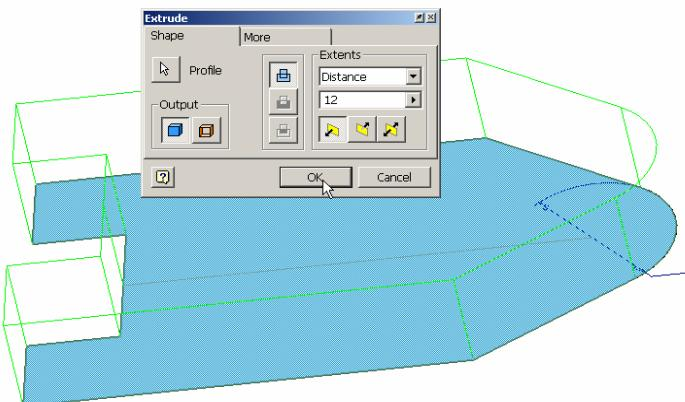

Figura 2.7.10.
- din lista **Extents** se selectează opțiunea **Distance** (extrudare pe distanță impusă), figura 2.7.10, iar în câmpul asociat se introduce valoarea extrudării **12**, conturul de extrudare fiind automat preselectat la lansarea comenzi, prin afișarea acestuia într-o culoare specifică selecției.